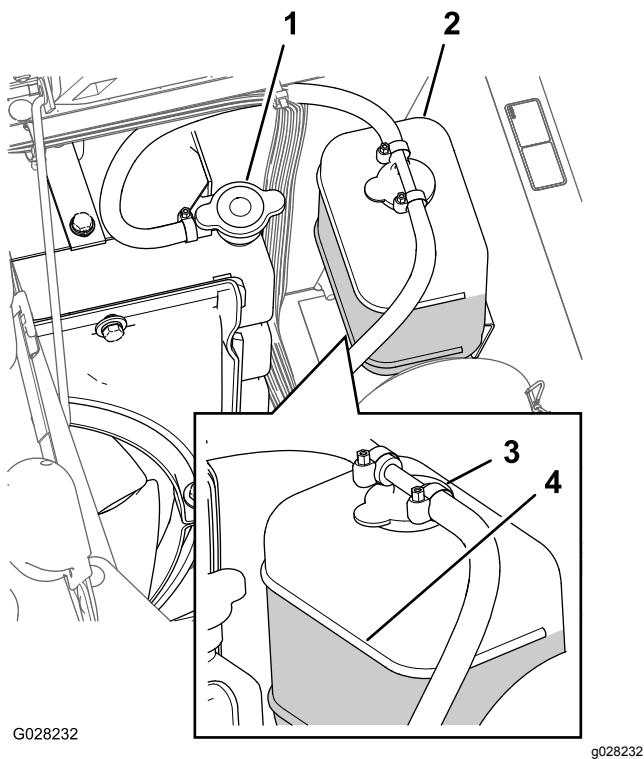

Figura 71
2. Cuando el motor se haya enfriado, retire el tapón del radiador (**Figura 71**).
- Retire el tapón del radiador (Figura 71).
- Arranque el motor con el tapón del radiador aflojado (Figura 71).
- Una vez que el refrigerante se ha calentado, añada más refrigerante hasta que el nivel llegue a la superficie sellante del tapón, y apriete el tapón (Figura 71).
- Abra el tapón del depósito de expansión y llene el depósito con refrigerante hasta el nivel de "Frío" (Figura 71).